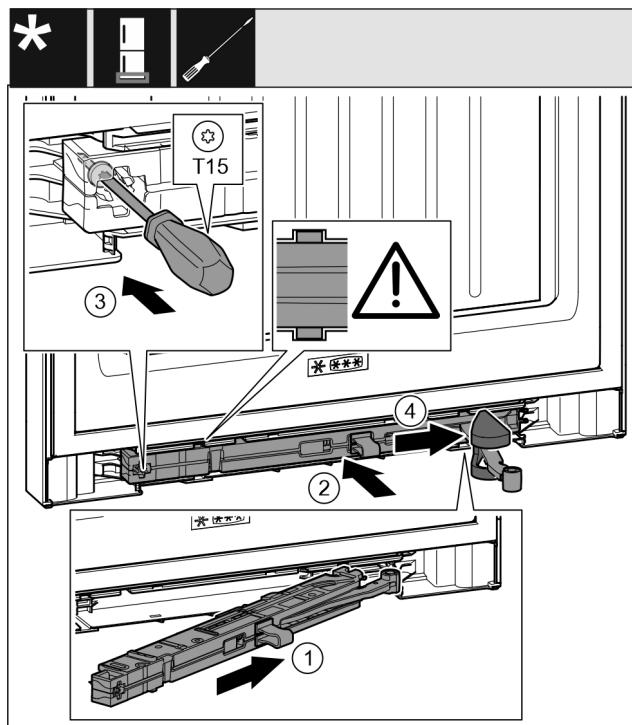

Fig. 46
- Iebīdīt slīpi durvju amortizatora mezglu gultņa balsta pusē līdz galam padziļinājumā. Fig. 46 (1)
- Iebīdīt pilnīgi durvju amortizatora mezglu padziļinājumā. Fig. 46 (2)
- Pieskrūvējiet skrūvi ar skrūvgriezi T15. Fig. 46 (3)
- Uzbīdīt pārsegu pāri šarnīram. Fig. 46 (4)